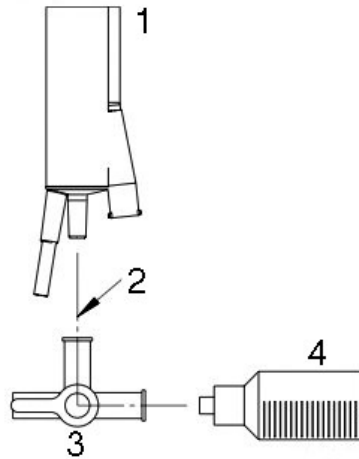
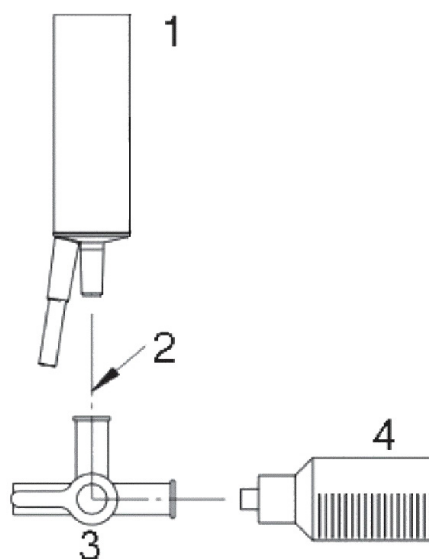

Figura 5.6. Limpieza del orificio de aspiración (mango de ultrasonidos).
Figura 5.7. Limpieza del orificio de aspiración (mango de fragmentación).
- D. Enjuague el orificio de aspiración como se indica (consulte Figura 5.6 y Figura 5.7 abajo):